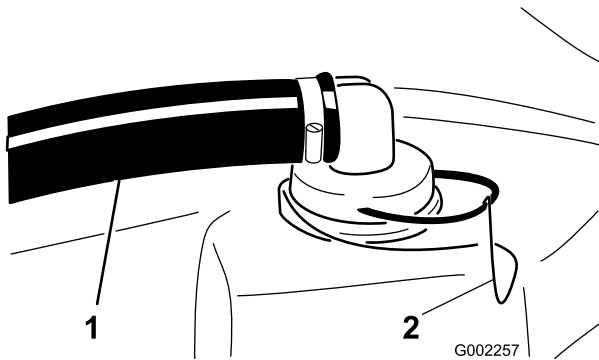

Figura 56
2. Retire a fixação do encaixe vermelho colocado na tubagem mais larga na parte superior do depósito (Figura 56).
3. Retire a tubagem do depósito (Figura 56).